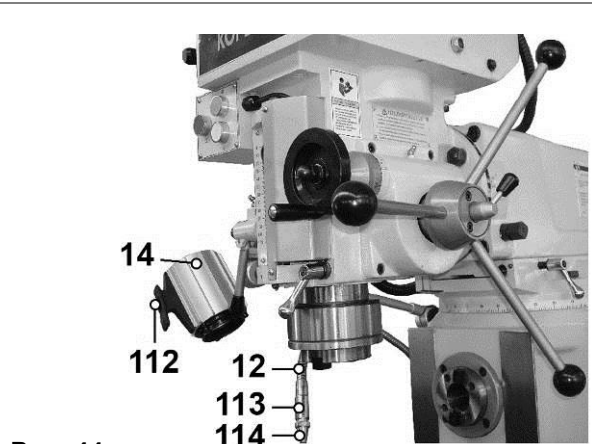

Рис. 44
10.9.19. Плафон (14) для освещения рабочей зоны смонтирован на шарнирной стойке и усилием оператора позиционируется в удобное положение; включение и выключение лампы производится выключателем (112), расположенным на корпусе плафона (14) (Рис. 44).
10.9.20. Сопло (113) гибкого шланга подачи СОЖ (12) необходимо позиционировать таким образом, чтобы он не касался режущего инструмента и заготовки, а струя СОЖ четко попадала в зону резания фрезы (сверла). В зависимости от применяемого режущего инструмента и режимов резания, поворотом наконечника (114) сопла (113) необходимо произвести регулировку подачи СОЖ для необходимого его охлаждения (Рис. 44). Для включения подачи СОЖ поверните переключатель (94) на главном щитке выключателей (28) (Рис. 29, 45) в положение (Б), для выключения – в положение (А).